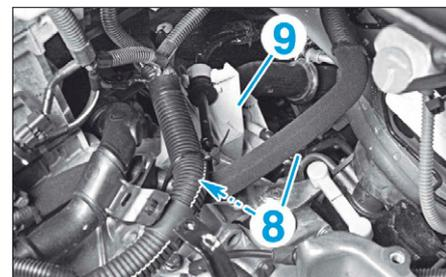

FIG. 6
- la traverse de radiateur (5),
- le renfort (6),
- la prolonge de berceau (7),
- les rotules (8) à l'aide de l'outil [1] (Fig.6),
- le support de commande (9).